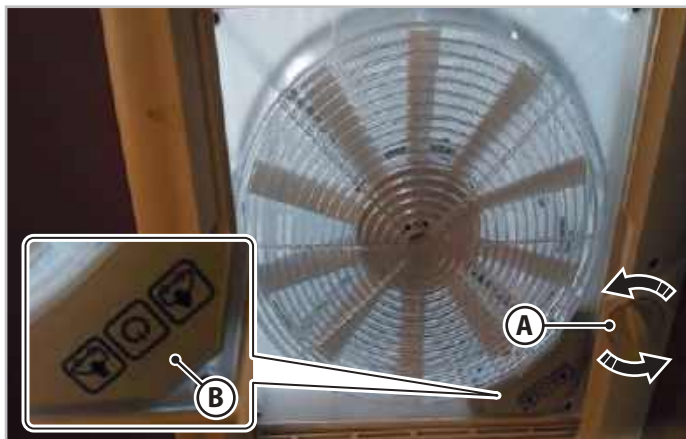

Fig.6.5 - Lanterneau avec volant d'ouverture
En tournant le volant d'ouverture (**A** - Fig.6.5) dans les deux sens de rotation, le lanterneau se soulève (ouverture) ou se baisse (fermeture). Il est possible de régler l'ouverture du lanterneau sur la position intermédiaire choisie.
Pour utiliser la fonction d'aération et d'aspiration, ouvrir le lanterneau à l'aide du volant (**A** - Fig.6.5) et sélectionner la fonction d'aération avec entrée d'air (IN) ou d'aspiration (OUT) à l'aide des boutons de commande (**B** - Fig.6.5).